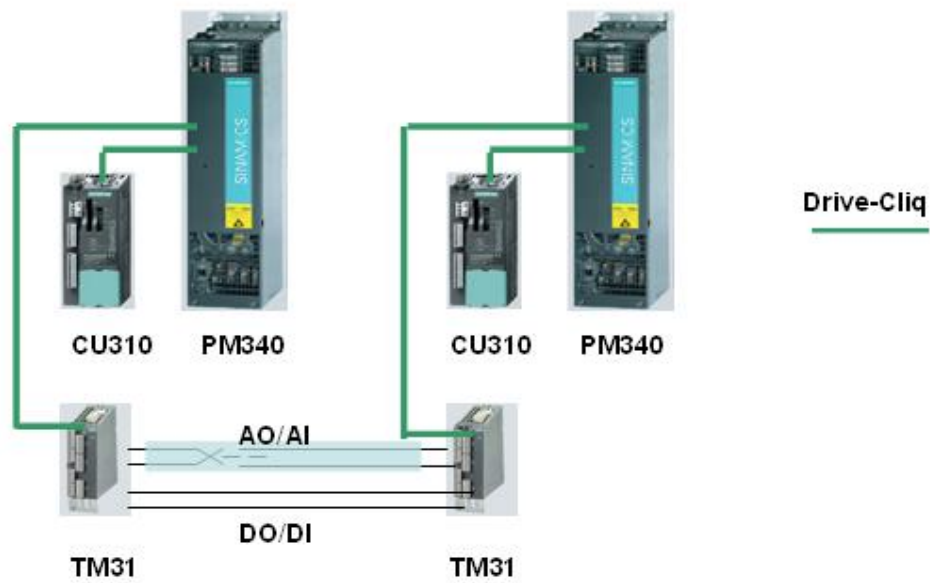

图 4
- b. 通过 TM31 端子模块互相连接（图 4），使用 DI/DO 和 AI/AO 完成数据交换。模拟量信号最好使用电流信号，采用双绞屏蔽电缆，抗干扰性比较强。